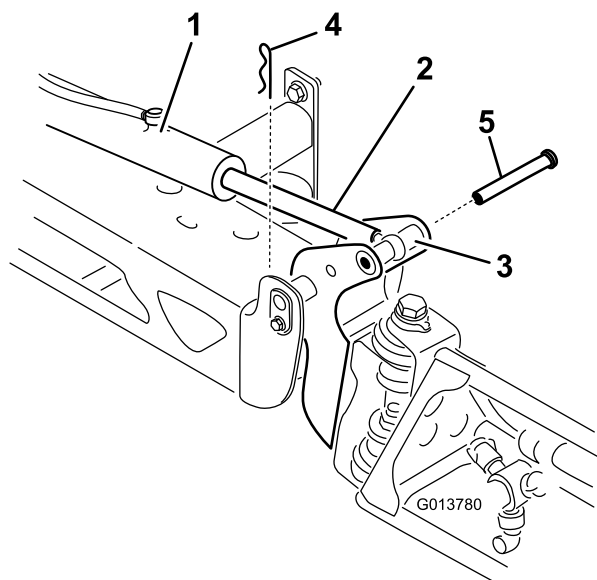

図 105
2. ピボットピンからコッターピンを抜き取る 図 105。
3. ブームを持ち上げて、ピンを外し 図 105、ブームをゆっくりと床面に降ろす。
9. ブームを支えながら、ブームのピボットとアクチュエータロッドにピンを通す (図 105)。